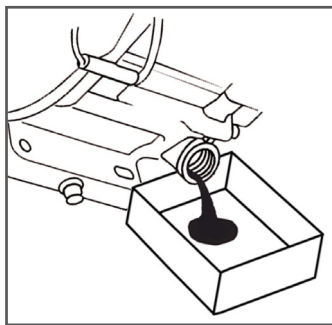

Рис. 33. Замена масла в двигателе
(1) Техническое обслуживание должно осуществляться более часто, при работе в пыльных условиях.
(2) Данный вид работ необходимо выполнять в авторизованном сервисном центре.
6. Подставьте ёмкость для масла под маслозаливную горловину, открутите крышку-щуп и слейте отработанное масло в подготовленную для этого ёмкость через маслозаливную горловину (Рис. 33).